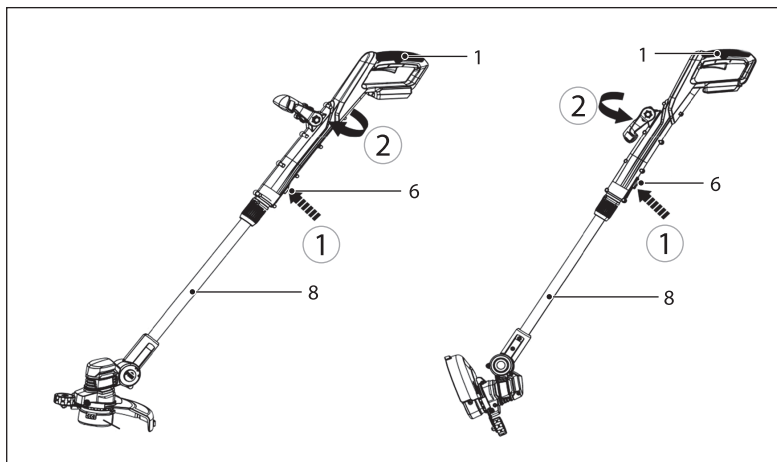

Рис. 9
1. Нажмите кнопку разблокировки штанги (6) и поверните основную рукоятку (1) по часовой стрелке, удерживая штангу (8), чтобы отрегулировать триммерную головку на угол 180° (рис. 9). Отпустите кнопку разблокировки (6) и продолжайте поворачивать основную рукоятку (1), пока она не зафиксировывается на месте. Убедитесь, что кнопка разблокировки (6) встала на место.